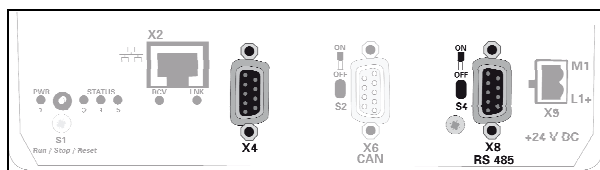

Abb. 10: Serielle Schnittstellen
- RS 232 [X4 / X5: COM1 / COM2] (Abb. 10/5)
- RS 485 [X8 : COM3] (Abb. 10/9): Diese Schnittstelle ist potenzialgetrennt.